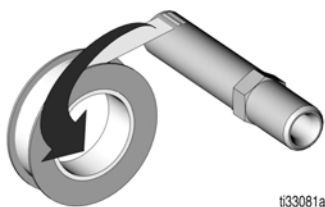

图 13
6. 用 PTFE 胶带或螺纹密封剂将喷嘴适配器 (10) 的长端包起, 如图 13 所示。